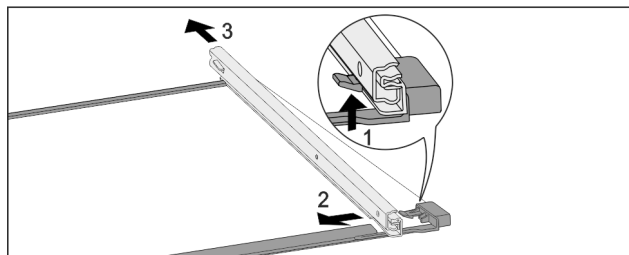

Fig. 179 Skleněná deska s kolejničkami
- Přední aretační háček zatlačte nahoru. Fig. 179 (1)
- Výsuvnou kolejničku vysuňte stranou Fig. 179 (2) a dozadu Fig. 179 (3).